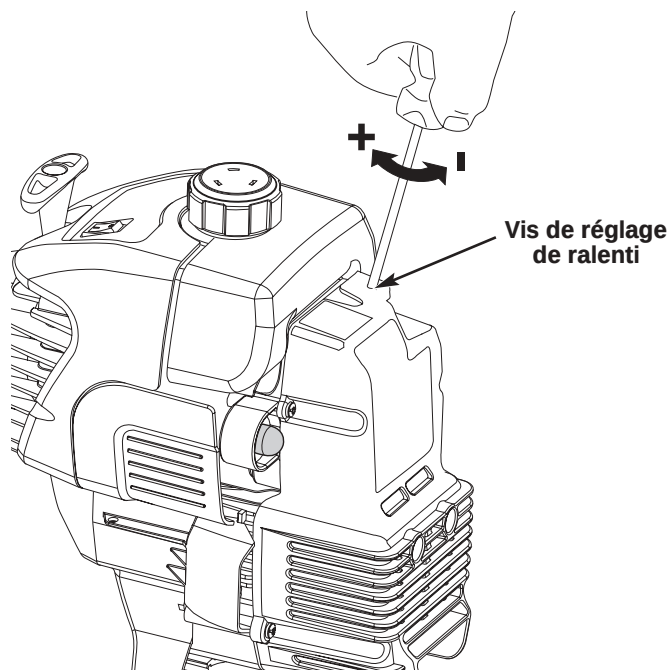

Fig. 39
Vous pouvez régler le ralenti du moteur à travers le couvercle du filtre à air/silencieux (Fig. 39).
2. Relâchez le levier d'accélérateur et laissez le moteur au ralenti. Si le moteur s'arrête, insérez un petit tournevis à embout cruciforme dans le trou du couvercle du filtre à air/silencieux (Fig. 39). **Vissez** la vis de 1/8 de tour à la fois (selon le besoin), jusqu'à ce que le moteur tourne au ralenti.